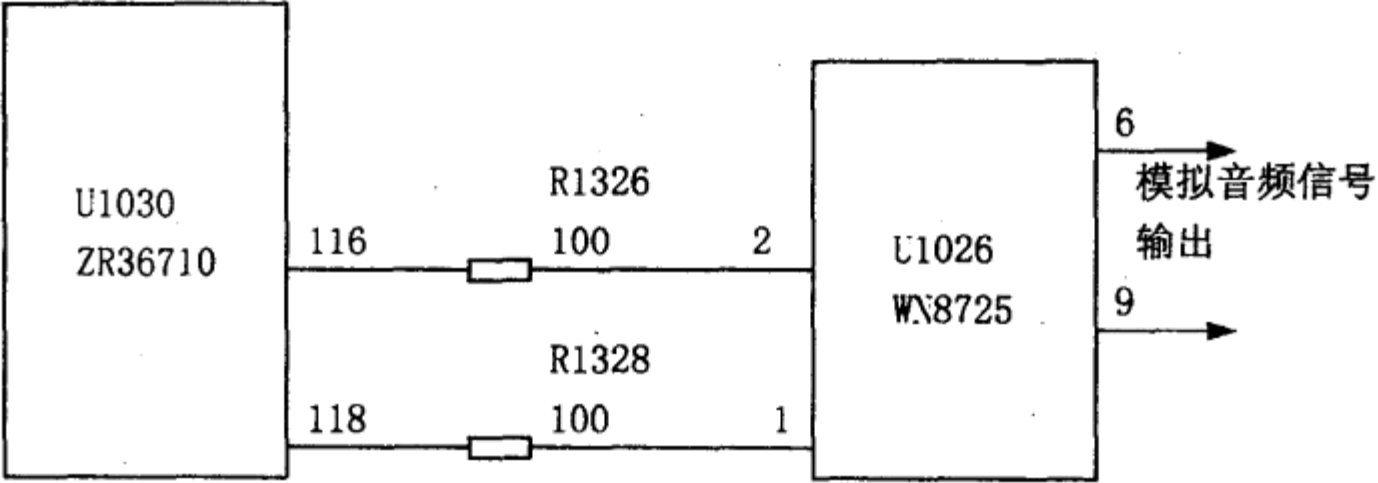

图 2
在出现声音异常的通道上,按信号循迹法进行检修,测量数字音频信号,音频位时钟信号,音频主时钟信号都正常,但测试R1328与解码器U100第⑩脚相连接的一端波形为矩形波,与音频DACU100第①脚相连的另一端波形幅度小且异常,如图2所示,